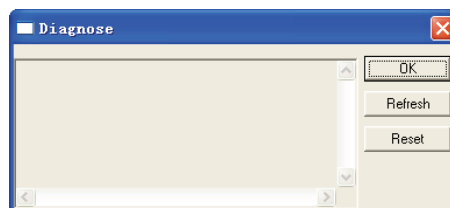

图 13-19 “输出到画面”对话框
1) 输出到画面 (Output On Screen)。使用菜单命令“输出到画面 (Output On Screen)”将打开一个诊断窗口,如图 13-19 所示。